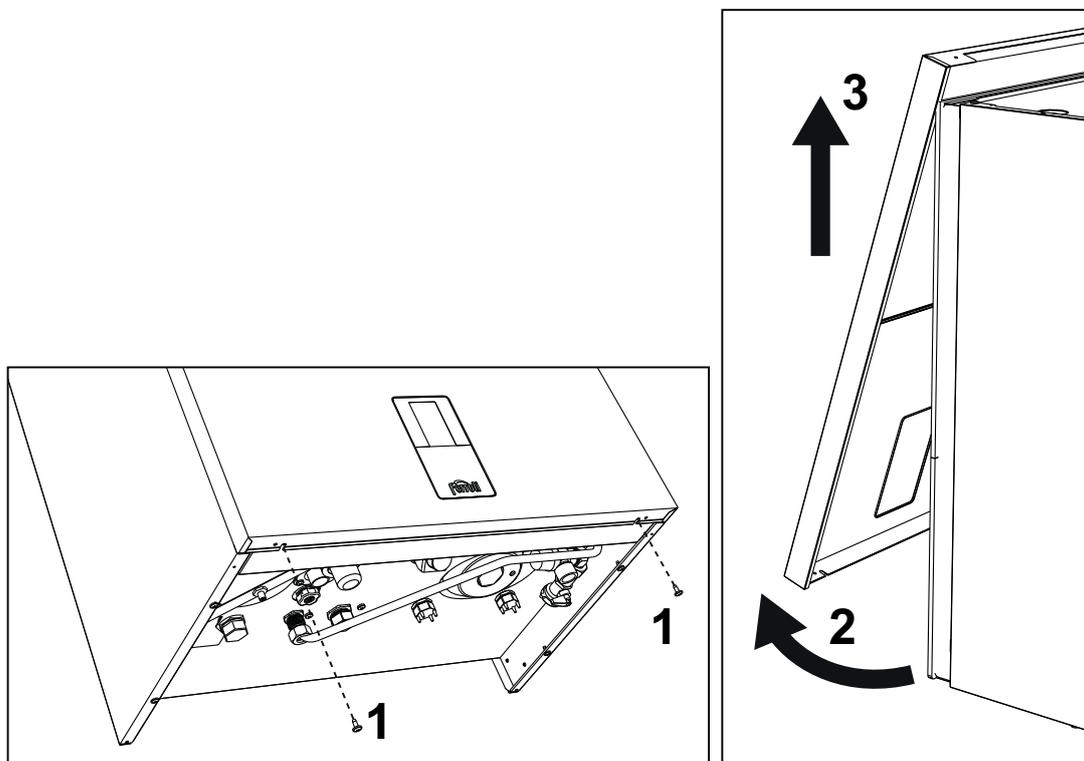

fig. 54 - Apertura pannello frontale
1. Svitare le viti "1" (vedi fig. 54).